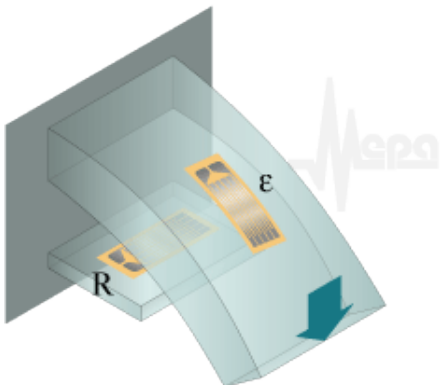
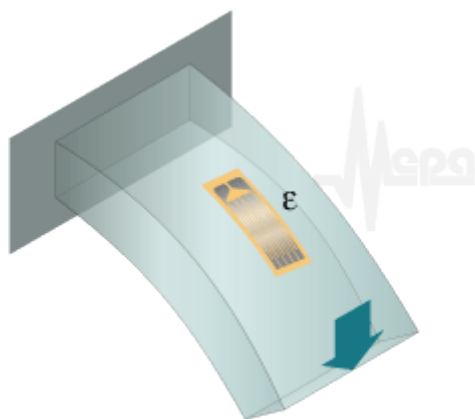

Рис. 136 - Схема наклейки активного и компенсационного ТР для измерения деформаций изгиба.
Рис. 138 - Схема наклейки ТР для измерения деформаций изгиба.
- изгибная поверхностная деформация. Схемы наклейки на рисунках Рис. 136 и Рис. 138.
Схема наклейки тензорезисторов для измерения деформаций изгиба показана на Рис. 138. Деформации растяжения/сжатия должны быть минимальными, т.к. они вызывают искажения результатов измерений.
Схема наклейки тензорезисторов для измерения деформаций кручения показана на Рис. 138. Схема исключает влияние деформации растяжения/сжатия.